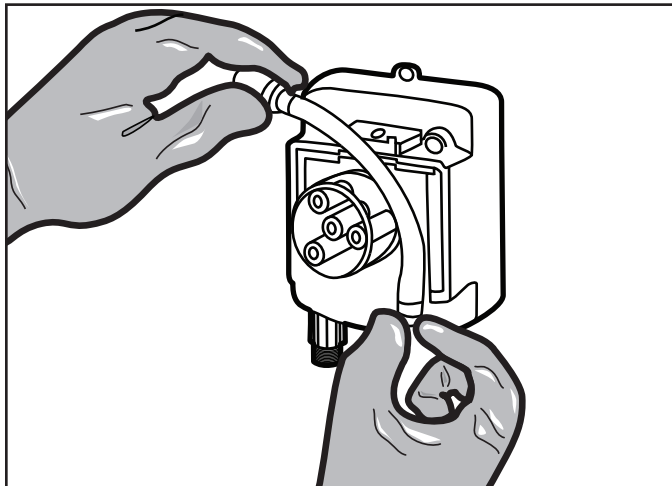

Figure 19. Trousse d'assemblage de rouleau
4. Dégager les raccords des fentes pour enlever le tube. Se reporter à la Figure 19.